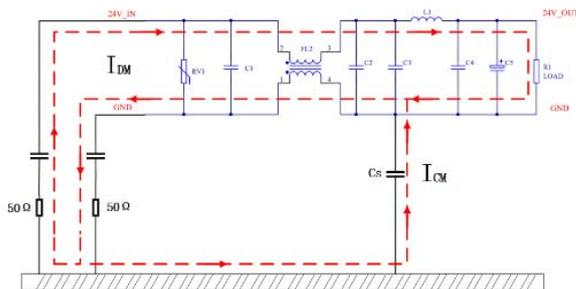
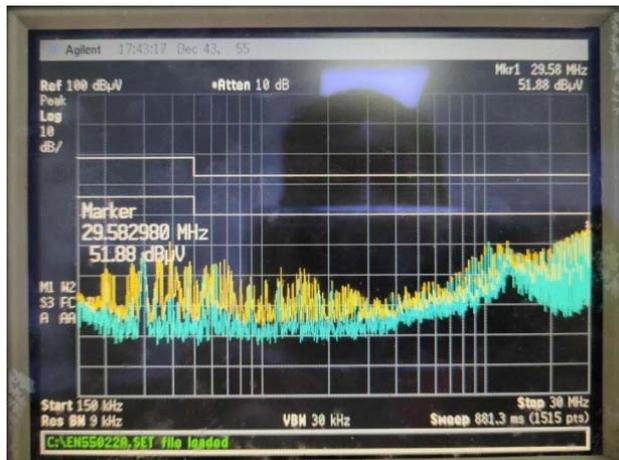
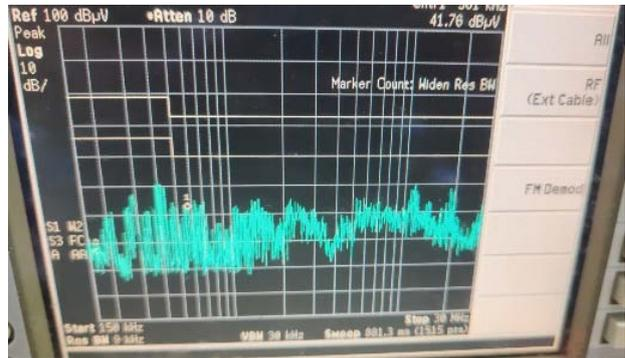

图4 电源端口传导骚扰电流环路
图7 1mH共模电感传导骚扰测试结果
图8 3.3mH共模电感传导骚扰测试结果
在传导骚扰测试中，LISN（线路阻抗稳定网络）是电源端口测试的关键设备，在接入待测设备后，其等效阻抗接近于 50Ω，由此可以知道，电源端传导骚扰测试的就是测试 50Ω 阻抗两端的电压。当阻抗不变时，也可理解为流经 50Ω 阻抗两端的电流。只要有电流流过 50Ω 阻抗，接收机便可显示出测试值。传导骚扰整改主要的分析方向则是如何减少流过 LISN 和接收机并联的 50Ω 阻抗的电流。电源端口的传导骚扰的电流产生于 IDM 和 ICM。其传导骚扰电流环路示意图如图 4 所示。
电源口传导骚扰试验整改可通过加大输入共模电感进行改善(图4中的FL2)，将共模电感FL2的感值由470UH调整为1mH后，重新进行电源口的传导骚扰试验，其中黄色曲线为峰值曲线，蓝色为实时扫描曲线，试验结果如图7所示。由试验结果可知，加大输入共模电感，可以有效地降低电源口的骚扰噪声，且裕量较充足。
再将共模电感FT2的感值由1mH调整为3.3mH后，重新进行电源口的传导骚扰试验，保留峰值曲线(蓝色)，试验结果如图8所示。
1. 对比图7与图8可知，加大共模电感，可有效地降低电源口的骚扰噪声。所以在新方案设计时，在空间允许的情况下，尽量选择感值较大的共模电感。在确定输入电流时，感值越大时，共模电感的体积也会越大，成本也会增加，需综合考虑。